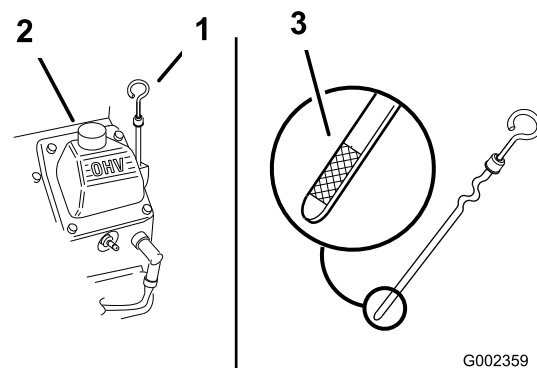

Figura 149
3. Limpe à volta da tampa de enchimento de óleo e a vareta (Figura 149).